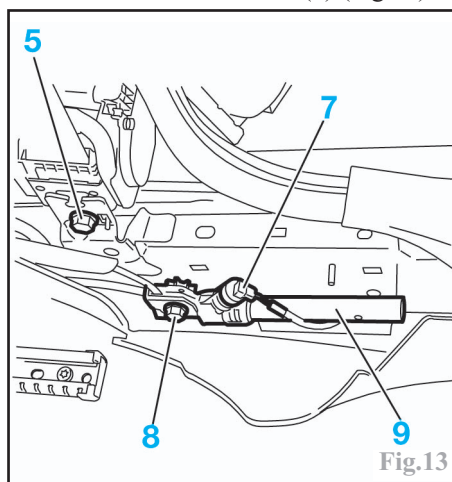

Fig.13
Déconnecter le connecteur (7) (Fig.13).